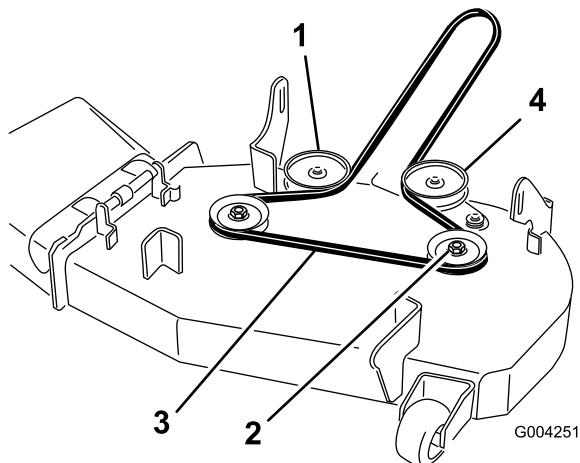
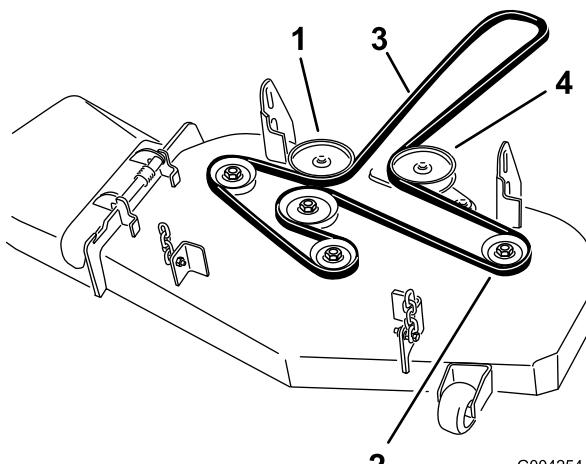

Figura 44
Figura 45
- Tire del brazo tensor para aliviar la tensión de la correa sobre la polea de la izquierda (Figura 44 o Figura 45).
- Pase la correa nueva alrededor de las poleas (Figura 44 o Figura 45).